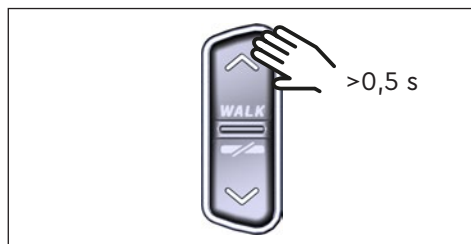

Fig. 9: Activar la asistencia para caminar
- ▶ Cuando la e-bike esté parada, pulse el botón ARRIBA del Remote durante más de 0,5 s (véase Fig. 9) para activar la asistencia para caminar.